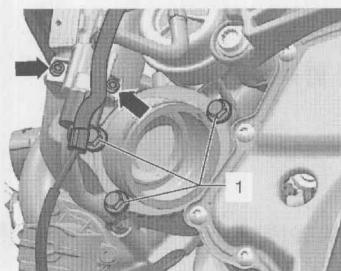

图1-3-1 拆增压器支座
①拆卸发动机支撑件螺栓。
②将机油尺导管从正时链下部盖板中拉出。
③将增压压力限制电磁阀N75的螺栓（箭头）从废气涡轮增压器上旋出，旋出螺栓1，拆下涡轮增压器支座，如图1-3-1所示。